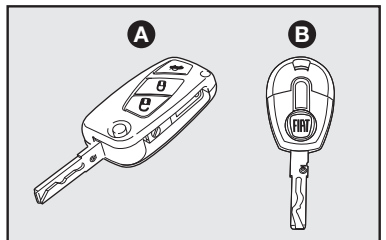

fig. 1
- Llave principal **A-fig. 1**.
- Llave **B-fig. 1**.
Para algunas versiones se entregan dos llaves **A-fig. 1**. En tales casos no se entrega la llave **B**.
- Apertura y cierre de las puertas por medio del mando a distancia (llave **A-fig. 1**).
Para la llave de arranque **B-fig. 1** está prevista la predisposición para instalación de telecomando a distancia.